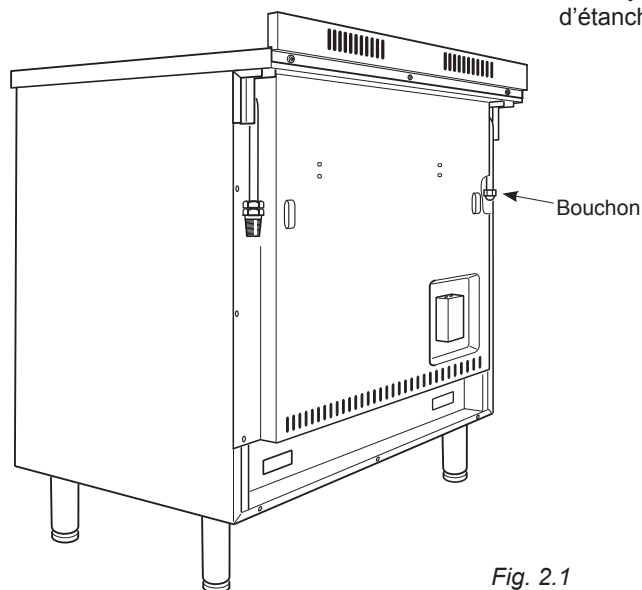

Fig. 2.1
- Le raccordement s'effectue à l'arrière de l'appareil, à gauche ou à droite (fig. 2.1), de façon à ce que le tuyau ne passe jamais derrière l'appareil.